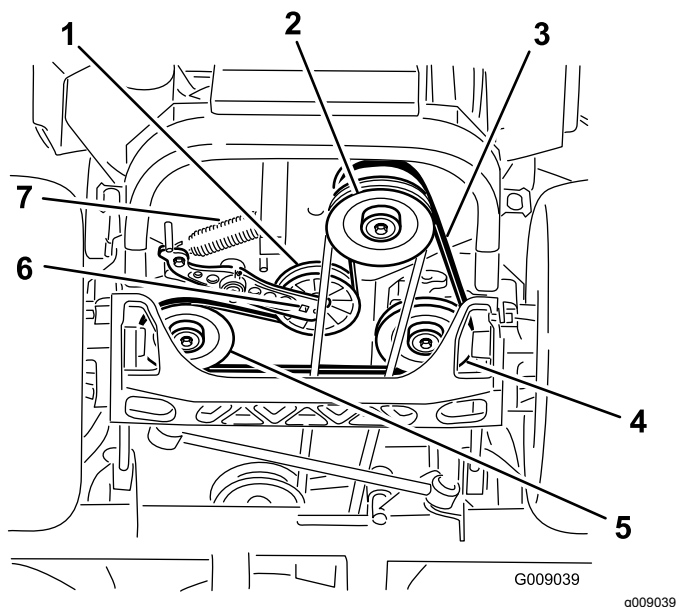

Figura 97
4. Eleve a máquina e apoie-a (Figura 97).
5. Utilize uma lingueta no orifício quadrado no braço intermédio para retirar a mola intermédia (Figura 97).
6. Desengate a mola intermédia da estrutura (Figura 97).
9. Utilize uma lingueta no orifício quadrado no braço intermédio; coloque a mola intermédia na estrutura (Figura 97).